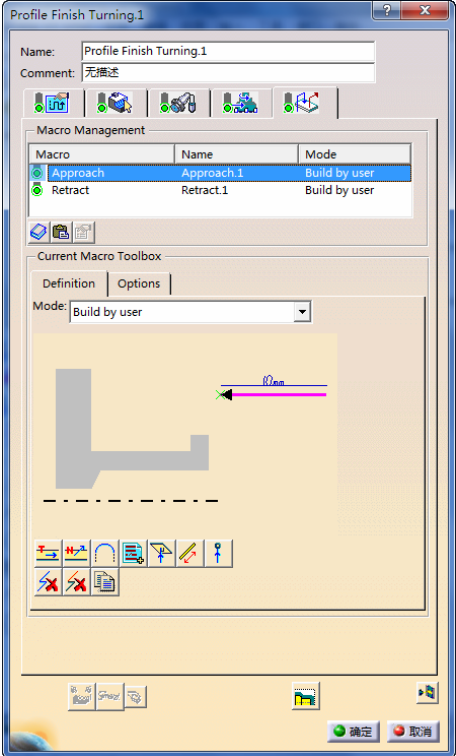

图 7-37 设置 “Approach” 参数 (2)
按钮, 设置 “Approach” 参数 (2) 如图 7-37 所示。